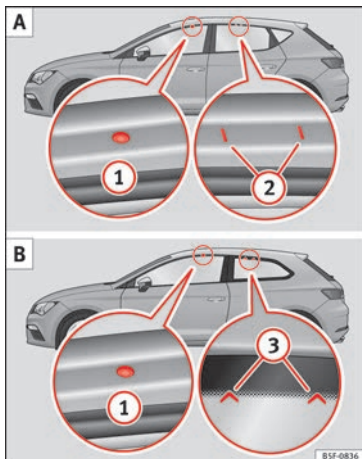

Abb. 183 Leon/Leon SC: Befestigungspunkte der Längsstangen für Dachträger.
Die vordere und hintere Befestigungspunkte ① und ② sind nur bei geöffneten Türen zu sehen » **Abb. 183 A**.
Die vorderen Befestigungspunkte ① sind nur bei geöffneten Türen sichtbar. Die hinteren Befestigungspunkte ③ sind an ihrem oberen Rand des Seitenglases mit Pfeilspitzen markiert » **Abb. 183 B**.